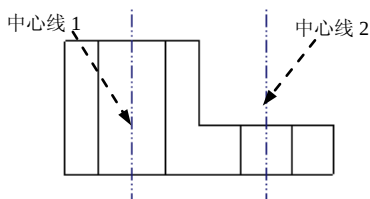

图 4.9.27 绘制中心线
Step10. 绘制图 4.9.27 所示的中心线。
(1) 在功能选项卡区域的 **草绘** 选项卡中单击 构造线 按钮, 在系统弹出的“捕捉参考”对话框中单击 按钮。
(2) 选取直线 2 的中段作为参照, 单击中键; 然后将鼠标指针移至直线 2 的中段, 在出现中点约束的地方单击选取一点, 再沿竖直方向选取一点 (使构造线自动捕捉到竖直方向), 此时绘制出一条中心线。
(3) 类似地, 选取直线 4 的中段作为参照, 绘制出另一条中心线, 如图 4.9.27 所示。
(4) 单击中键, 完成中心线的绘制。